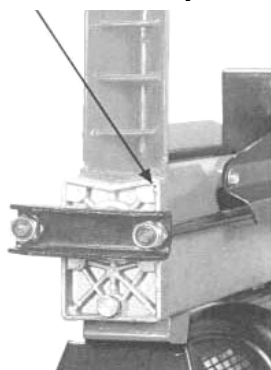

Рис.6
5. **Откройте воздушный жиклер.** (см. Рис.. 6) Каждый раз во время эксплуатации дровокола ослабьте винт жиклера (14), повернув его 3-4 раза. После окончания работы заново затяните винт.